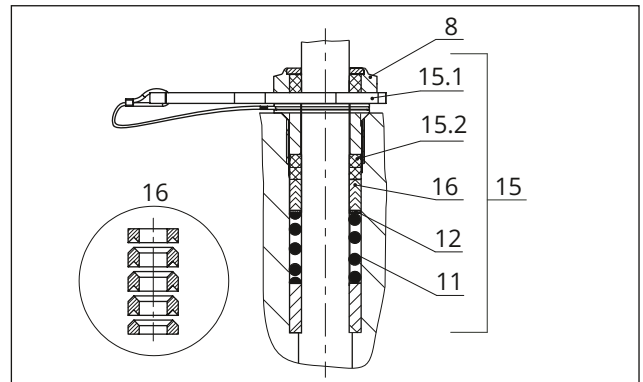

Fig. 27: Guarnizione ADSEAL
4. Inserire l'anello di spallamento rosso (15.1) tra la boccola filettata (8) e l'anello di ritegno, vedere Fig. 27.
13. Riporre la flangia (2) sull'alloggiamento.
14. Con un attrezzo idoneo infilare con cautela i componenti del premistoppa attraverso l'asta dell'otturatore nell'area del premistoppa. Per il posizionamento corretto, vedere Fig. 26 e Fig. 27.
15. Premere l'otturatore (5) stretto nel seggio (4). Fissare la flangia (2) con i dadi dell'alloggiamento (14). Serrare gradualmente a croce i dadi del corpo. Rispettare le coppie di serraggio.
16. Avvitare e stringere la boccola filettata (8). Rispettare le coppie di serraggio.
17. Avvitare il controdado (10) e il dado del raccordo (9) sull'asta dell'otturatore senza stringerli.